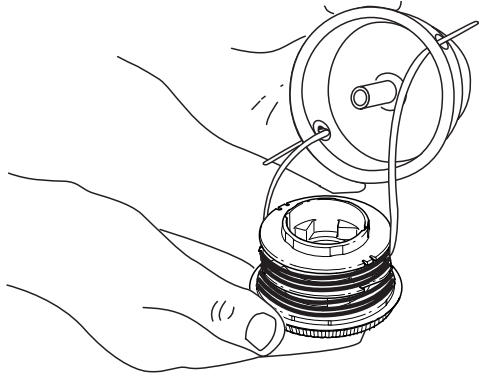

Fig. 22
3. Insérez les extrémités du fil du moulinet intérieur neuf dans les œillets de la bobine extérieure (Fig. 22). Enfoncez le moulinet intérieur neuf, flèche vers le haut, dans la bobine extérieure.